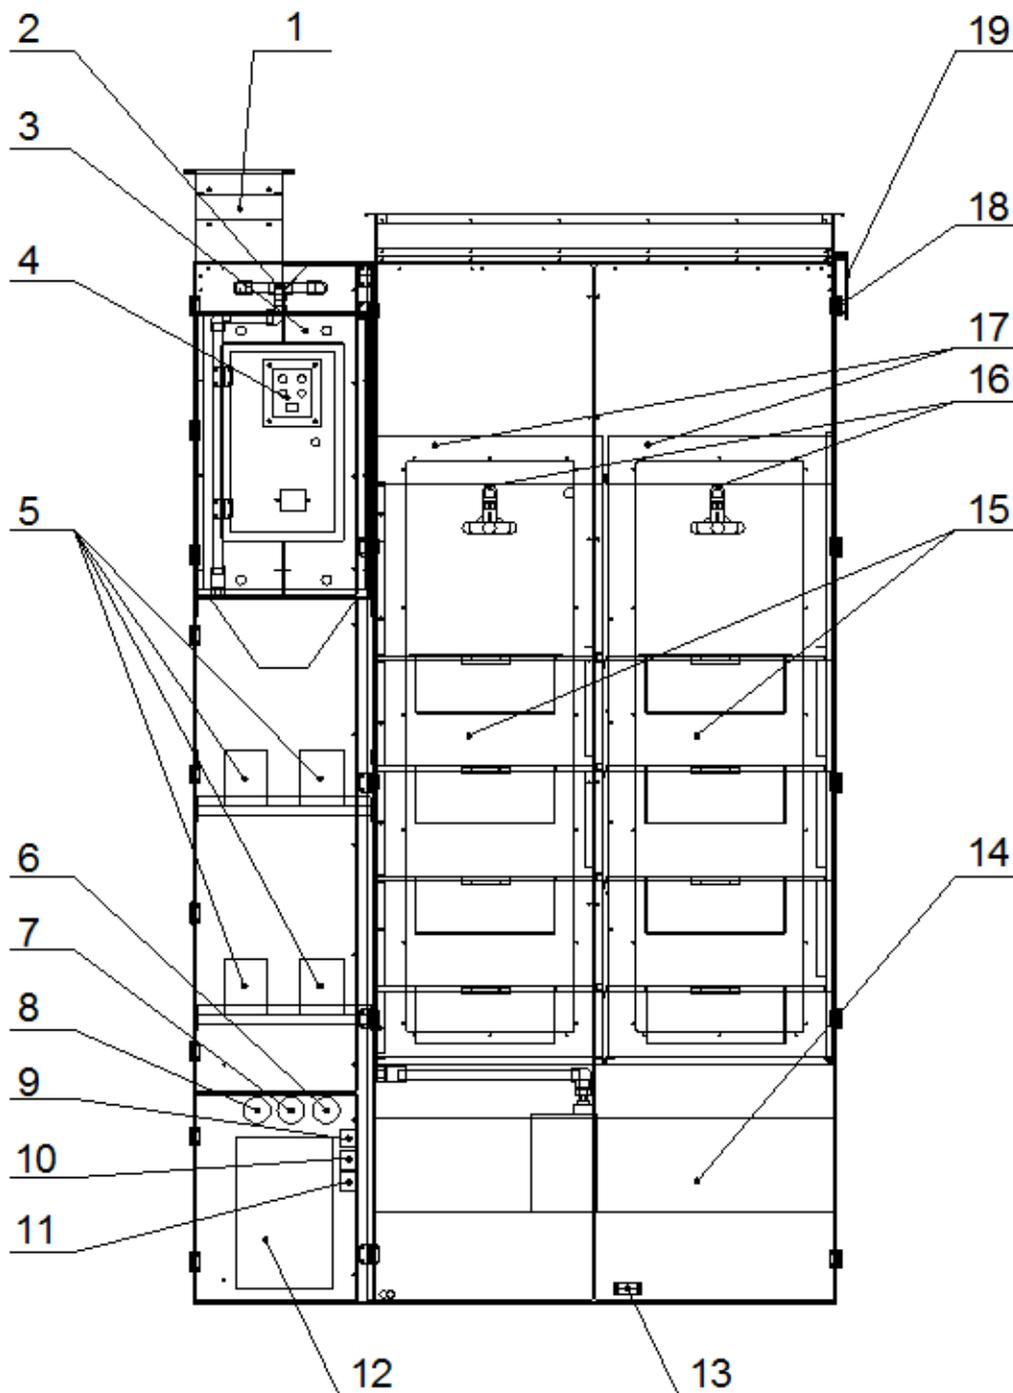

Рис. 2. Схема расположения основных систем
1.2. Не сработал герконовый датчик	• Прозвонить датчик (Рис. 2, поз. 13) (нормально разомкнут, при воздействии замыкается). Для создания воздействия прикрепить к датчику постоянный магнит • Заменить датчик в случае неисправности
2.2. Не сработал датчик потока	• Прозвонить датчик (Рис. 2, поз. 6) (нормально замкнут, при воздействии размыкается) Для создания воздействия отсоединить силиконовый шланг от штуцера на корпусе Газоконвертора и аккуратно всосать воздух через шланг.
3.2. Неисправна система залива модуля охлаждения	<ul style="list-style-type: none"> • Прозвонить датчик 45° (Рис. 2, поз. 3) (нормально замкнут, при срабатывании размыкается) • Заменить неисправный датчик • Прозвонить клапан залива (нормально разомкнут) • Разобрать клапан залива (Рис. 2, поз. 9), удалить инородные предметы и проверить целостность резиновой прокладки • Заменить неисправный клапан
4.2. Не сработал герконовый датчик на шибере	<ul style="list-style-type: none"> • Прозвонить датчик (Рис. 2, поз. 18) (нормально разомкнут, при воздействии замыкается). Для создания воздействия прикрепить к датчику постоянный магнит • Заменить датчик в случае неисправности
6.2. Не сработал герконовый датчик	<ul style="list-style-type: none"> • Прозвонить датчик (Рис. 2, поз. 13) (нормально разомкнут, при воздействии замыкается). Для создания воздействия прикрепить к датчику постоянный магнит • Заменить датчик в случае неисправности
9.3. Не сработал датчик «Норма»	<ul style="list-style-type: none"> • Прозвонить датчик (Рис. 2, поз. 7) (нормально замкнут, при воздействии размыкается)
9.4. Не сработал или забился клапан залива	<ul style="list-style-type: none"> • Прозвонить клапан (Рис. 2, поз. 9) (нормально разомкнут) • Разобрать клапан, удалить инородные предметы и проверить целостность резиновой прокладки • Заменить клапан в случае неисправности
10.2. Не закрылся клапан залива	<ul style="list-style-type: none"> • Прозвонить клапан (Рис. 2, поз. 9) (нормально разомкнут), • Разобрать клапан, удалить инородные предметы и проверить целостность резиновой прокладки • Заменить неисправный клапан
13.2. Неисправен герконовый датчик	<ul style="list-style-type: none"> • Прозвонить датчик Рис. 2, поз. 18 (нормально разомкнут, при воздействии замыкается). Для создания воздействия прикрепить к датчику постоянный магнит • Заменить неисправный датчик